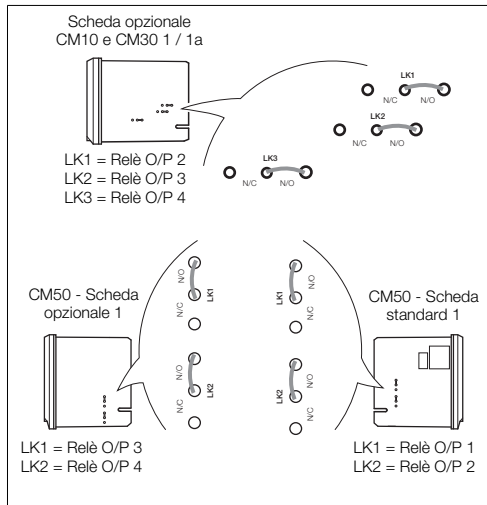

Fig. 4.6 Collegamenti a ponticello per le uscite relè
1. I collegamenti associati alle uscite relè sono mostrate in Fig. 4.6.